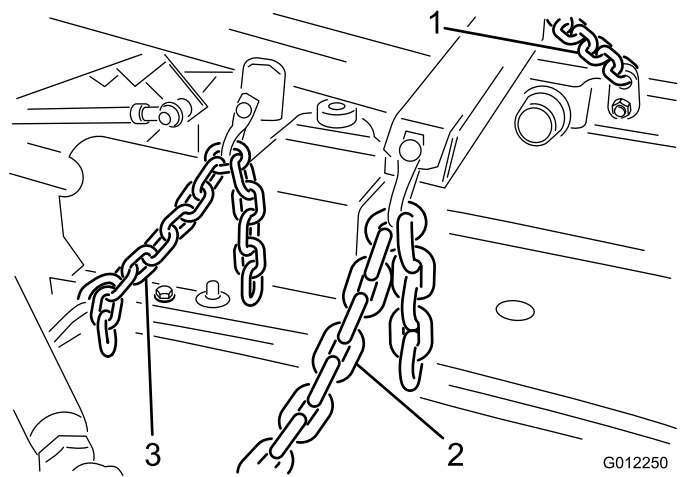

Figura 12
- Ligue as extremidades da mola tensora entre o quarto elo da corrente traseira e o olhal do contrapino que suporta o pino do cilindro no sítio (Figura 12). Ajuste o comprimento da corrente de forma a que as rodas giratórias traseiras fiquem fora do chão na posição de transporte
- Ligue as correntes de elevação ao braço de elevação e suportes de corrente da unidade de corte com seis aros, pinos de aro (3/8 x 1-1/2 pol.) e contrapinos (1/8 x 3/4 pol.) (Figura 12). Ajuste o comprimento da corrente de forma a que ambos fiquem justos ao mesmo tempo quando elevar o braço de elevação.